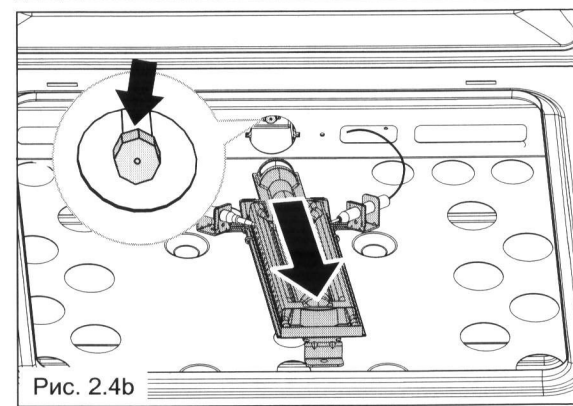

Рис. 2.4b
- Снимите горелку, как показано на рис. 2.4b, и расположите ее внутри духовки, не снимая. Будьте очень осторожны: не повредите провод электрического розжига и индикатор предохранительного клапана.
- Используя 7 мм гаечный ключ, открутите инжектор (обозначен стрелкой на рис. 2.4b) и замените его на новый, выбранный в соответствии с "ТАБЛИЦЕЙ С ДАННЫМИ О ФОРСУНКАХ".
Для регулирования подачи воздуха необходимо вытащить горелки из корпуса (рис. 2.4b - 2.5b).